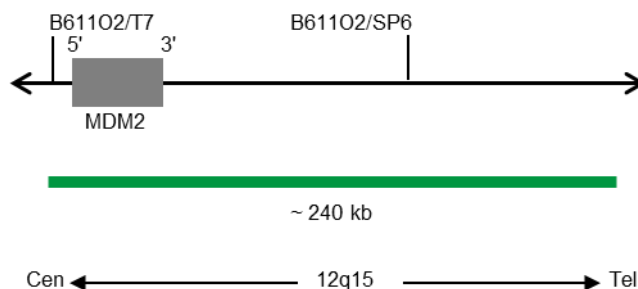

Fig. 1: SPEC MDM2 Mappa della sonda (non in scala)
- Polinucleotidi marcati con digossigenina (~1,1 ng/μl), le cui sequenze target mappano in 12q15* (chr12:69,190,708-69,430,185) che ospitano la regione del gene MDM2 (vedere Fig. 1).